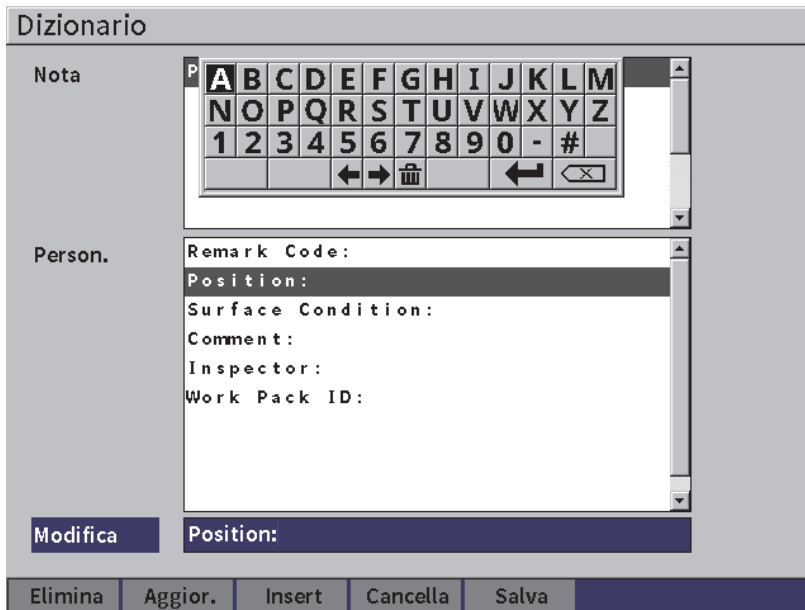

Figura 9-21 Pagina Dizionario della nota – Modifica di un’etichetta
7. Inserire i caratteri (fino a 32) mediante il tastierino virtuale, la manopola di regolazione e il tasto Invio (vedere Figura 9-21 a pagina 148).